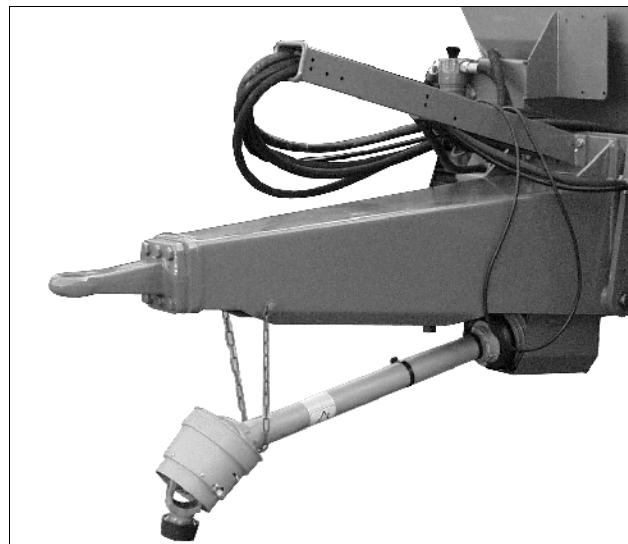

Рис. 23
**Карданный вал навесьте на цепь (Рис. 23).**